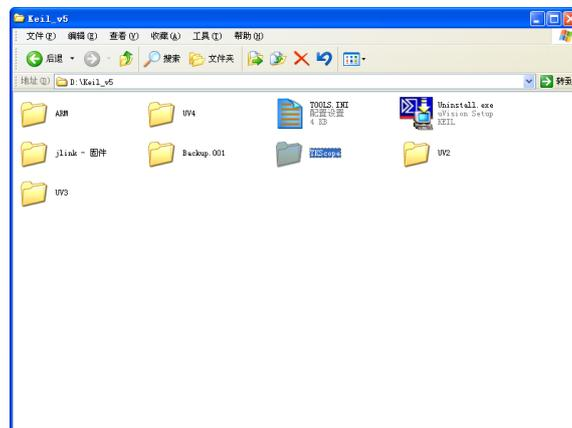

图 1.24 TKScope ARM 安装目录
8. 至此，TKScope ARM 的安装全部完成，安装正确后，我们可以在 Keil 的根目下找到 TKScope 文件夹，如图 1.24 所示。